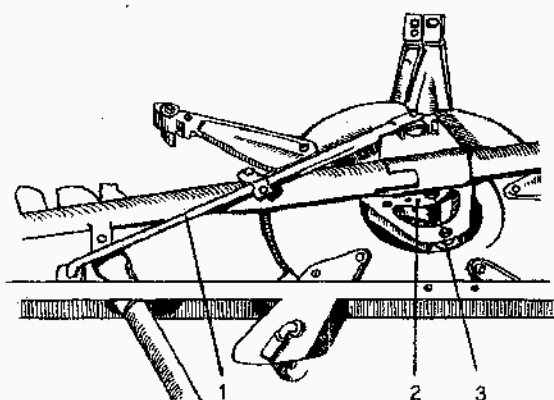

Рис. 6. Установка мотовила справа (повернуто):
- перекося мотовила при установке устраняется при помощи тяги слева и раздвижной тяги 1 (рис. 6) справа;
- изменение угла наклона граблей при помощи отверстий 2 и болта 3 (рис. 6);